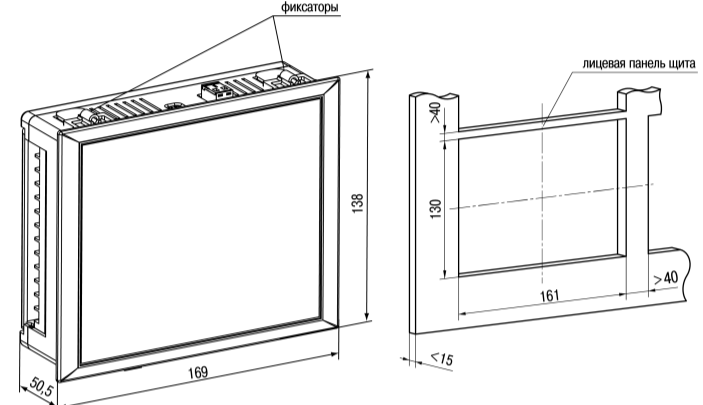

Рисунок 5 – Габаритные размеры корпуса Щ7
1. Подготовить на щите управления монтажный вырез для установки прибора (см. рисунок 5).